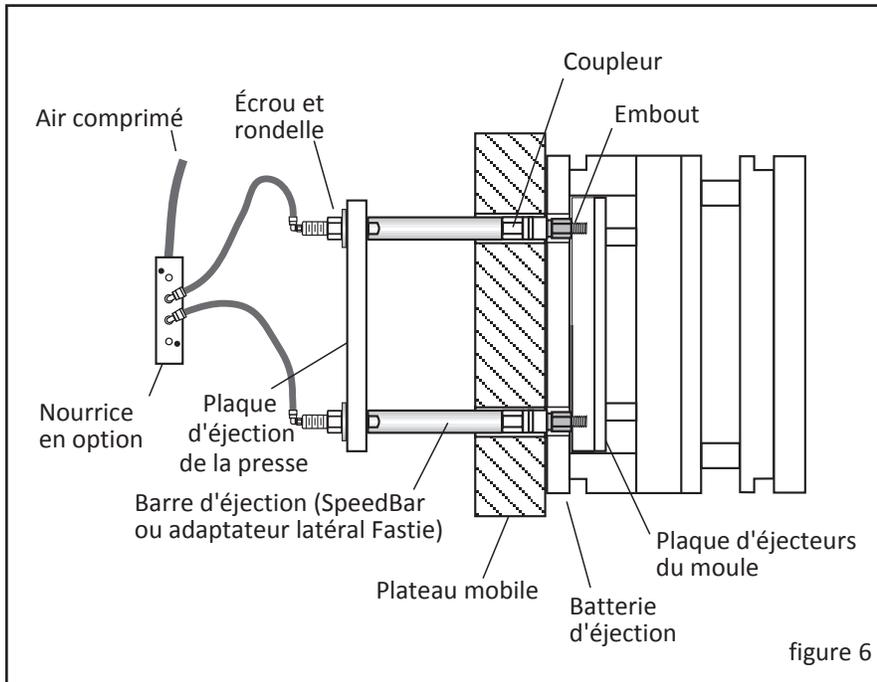

figure 6
2. Installez les rondelles, écrous et raccords pneumatiques selon la figure 6. Ne serrez pas à fond pour l'instant.